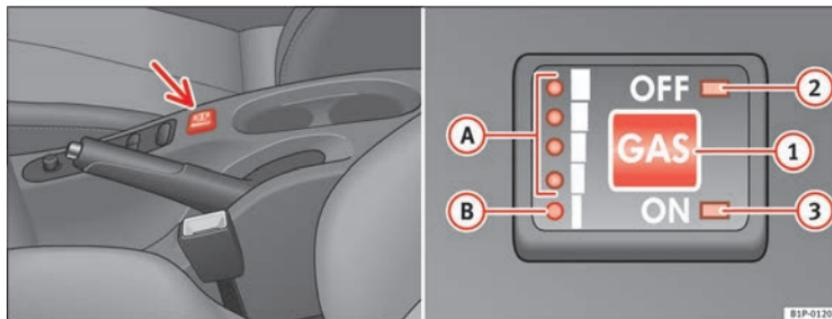

Fig. 119 Console centrale: tasto di commutazione e spie dell'impianto a gas.
Si può passare da GPL a benzina con il motore acceso, incluso con il veicolo in movimento, basta premere il tasto **GAS** ⇒ pag. 171, fig. 119 ①. La modalità di funzionamento scelta viene indicata dalle spie **OFF** ② (funzionamento a benzina) e **ON** ③ (funzionamento a GPL).